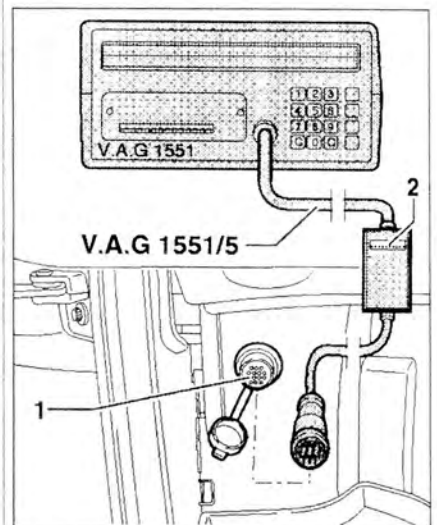

Рис. 2.74. Присоедините считыватель кодов неисправностей V.A.G 1551 к диагностическому разъему 1 при выключенном зажигании.
1. Присоедините считыватель кодов неисправностей V.A.G 1551 к диагностическому разъему 1 при выключенном зажигании (рис. 2.74).